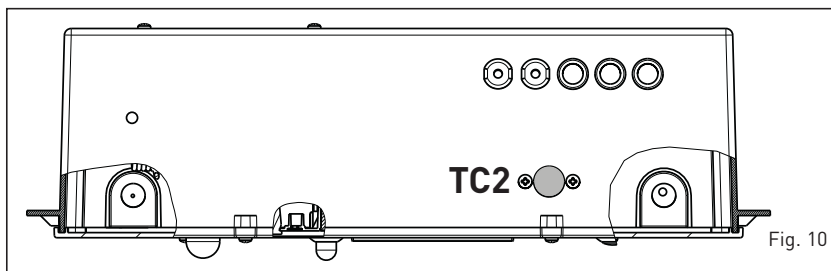

Fig. 10
3.2.6 Termostato secondo stadio modulazione (fig. 10)